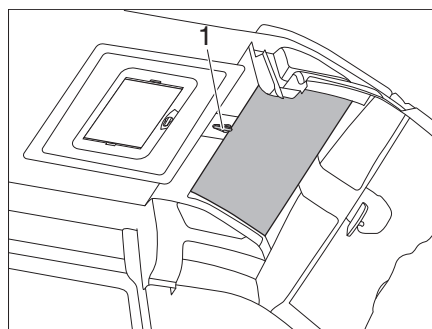

Figure 75 SkyRoof®
- Ouvrir le verrou et faire tourner la manivelle (Figure 75, 1) d'un demi-tour. Le joint peut alors se dilater et le Skyroof est à nouveau parfaitement étanche lors de la fermeture.